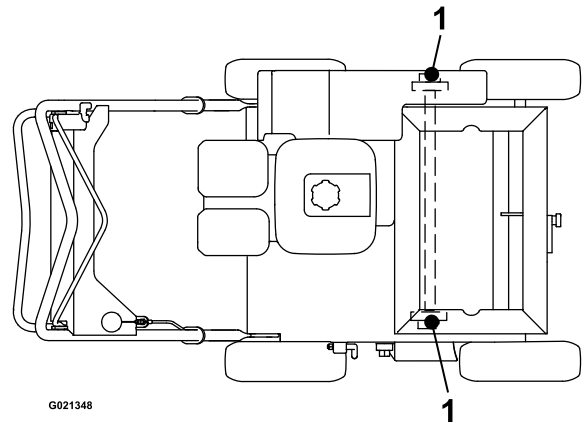

Figura 16
3. Lubrique los engrasadores (Figura 16) con una o dos aplicaciones de grasa NLGI de propósito general N° 2.